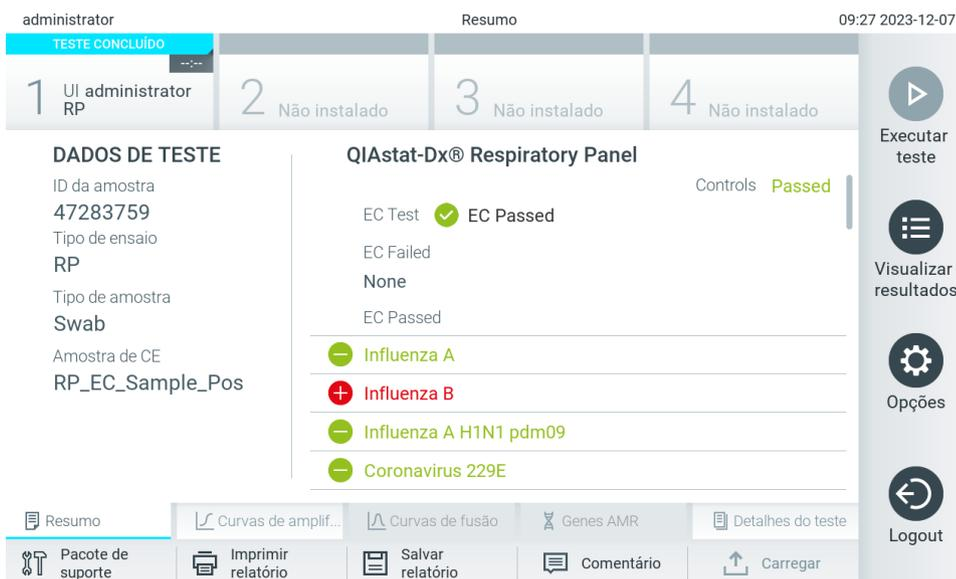

Figura 100. Tela Summary (Resumo) dos resultados de EC (CE).
12. Após a ejeção do cartucho de ensaio QIAstat-Dx, a tela Summary (Resumo) dos resultados será exibida (Figura 100). Consulte a Seção 8.3 para obter mais detalhes.